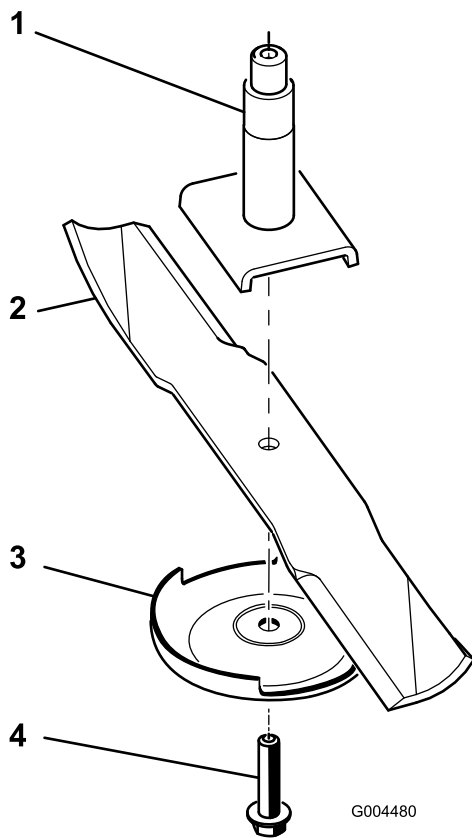

Bild 69
2. Entfernen Sie die Messerschraube, die Antiskalpierplatte und das Messer von der Spindelwelle (Bild 69).
1. Setzen Sie das Messer auf die Spindelwelle (Bild 69).
2. Montieren Sie die Antiskalpierplatte und die Messerschraube (Bild 69).